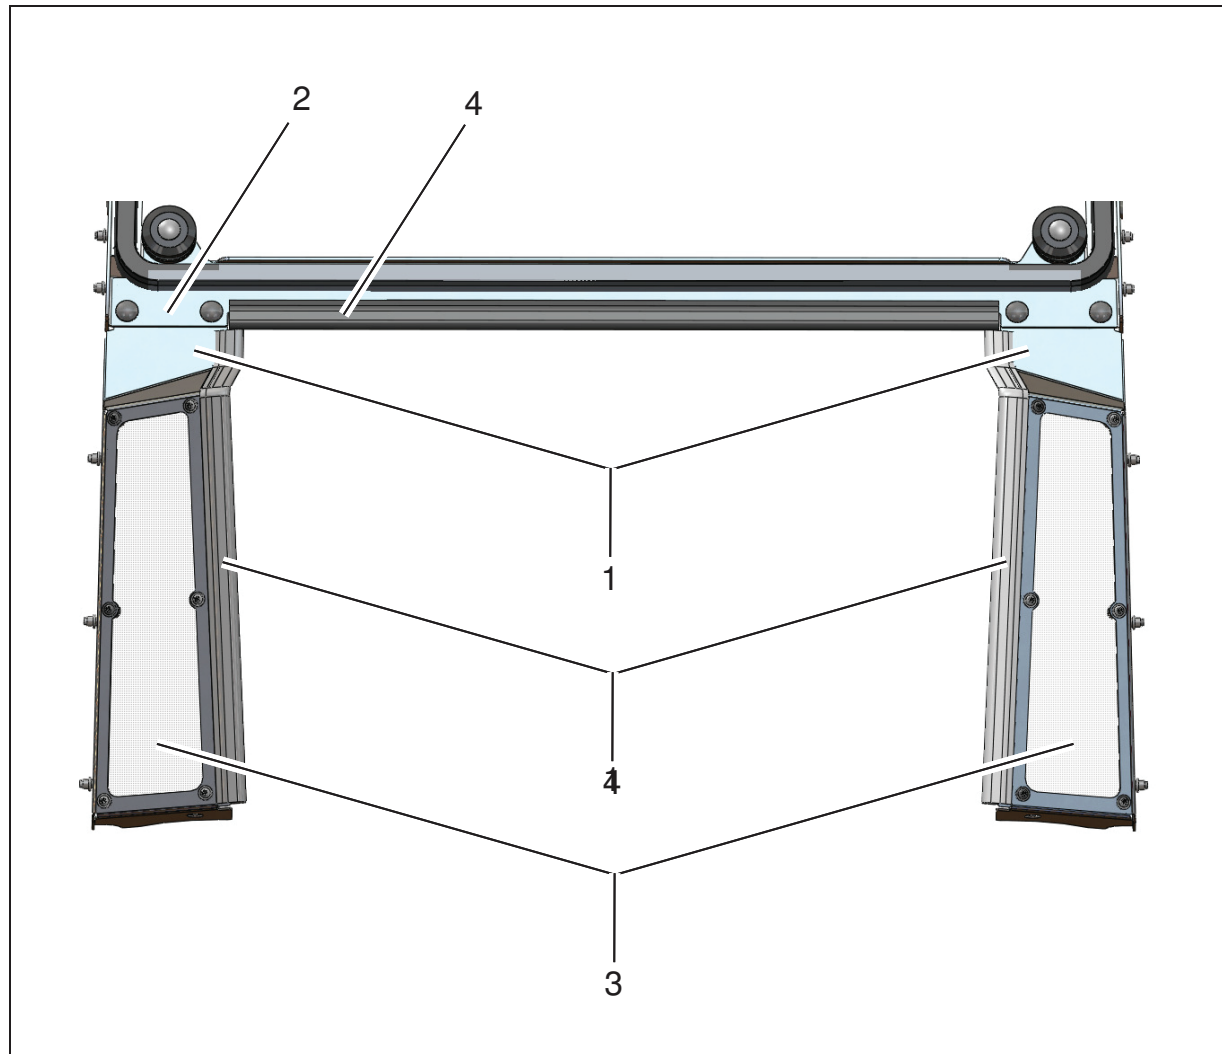

Abb.4
- Linken und rechten Plexiglasrahmen (Abb. 4/1) am Türrahmen des Fahrerschutzdaches montieren.
- Querstrebe (Abb. 4/2) am Plexiglasrahmen montieren.
- Linke und rechte Plexiglasscheibe (Abb. 4/3) montieren.
- Kantenschutz (Abb. 4/4) am Plexiglasrahmen und an der Querstrebe anbringen.